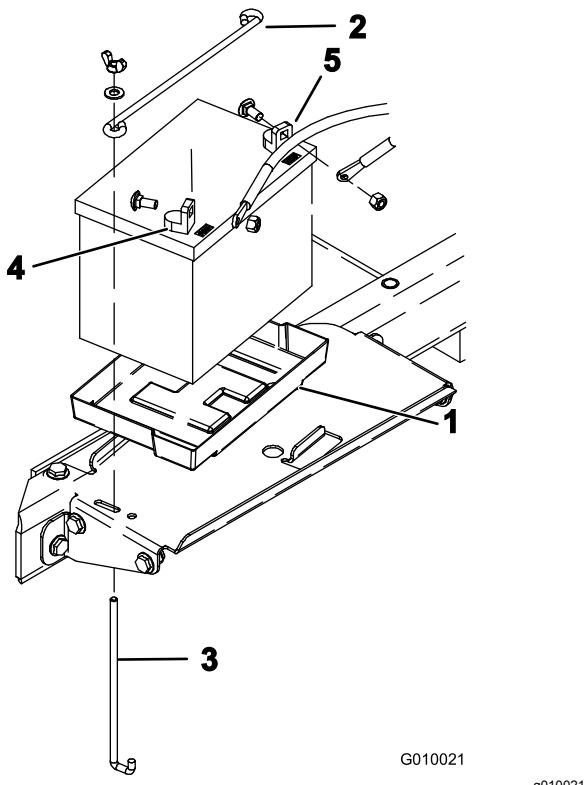

Figura 6
8. Introduza a bateria no tabuleiro do compartimento da bateria (Figura 6). Posicione a bateria de forma a os terminais ficarem para fora.
9. Fixe a bateria à base do compartimento com uma barra de bateria, 2 barras de fixação, 2 anilhas planas e 2 porcas (Figura 6).
10. Primeiro, fixe o cabo positivo (vermelho) no terminal positivo (+) com um parafuso de carroçaria e uma porca (Figura 6), depois o cabo negativo (negro) no terminal negativo (-) da bateria com um parafuso de carroçaria e uma porca (Figura 6). Coloque a proteção de borracha sobre o terminal positivo para evitar um curto-circuito.